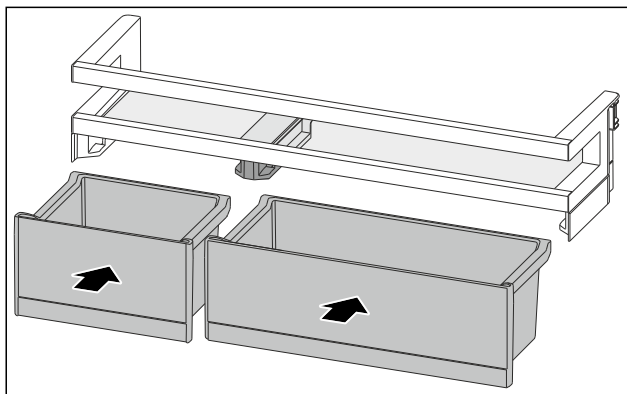

Fig. 117
- ▶ Вставте контейнери VarioBox у змінні положення. (див. Fig. 117)